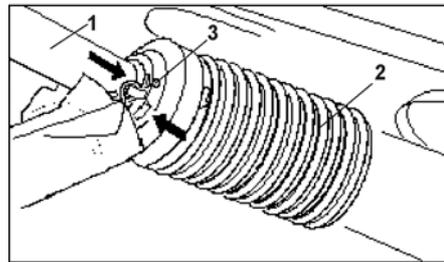

Fig. 11
- Emboîtez le demi-tube de protection (Fig. 11/1) et faites pivoter le bol de protection (Fig. 11/2) en position de montage.
- Vissez à fond la vis d'arrêt (Fig. 11/3).